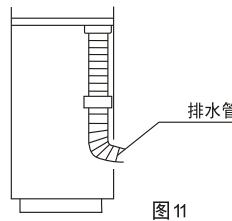

图11
- (3) 为了防止排水管接口处泄漏, 请在接口处使用粘结剂, 见图11。
- (4) 安装时可根据具体情况来布置管道走向, 既可由后板孔内通出, 也可在左右侧板相应的孔中通出。